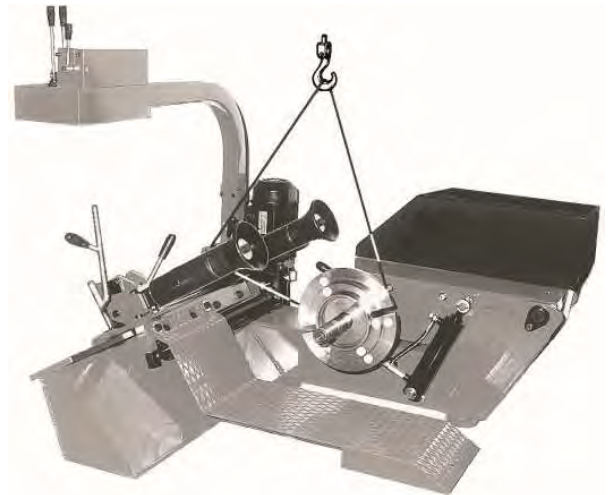

Fig.12
C. Enlever les vis qui fixent la machine à la palette. Soulever la machine avec une lanière ou une corde de robustesse et longueur appropriées cm - 10') (Fig. 12).